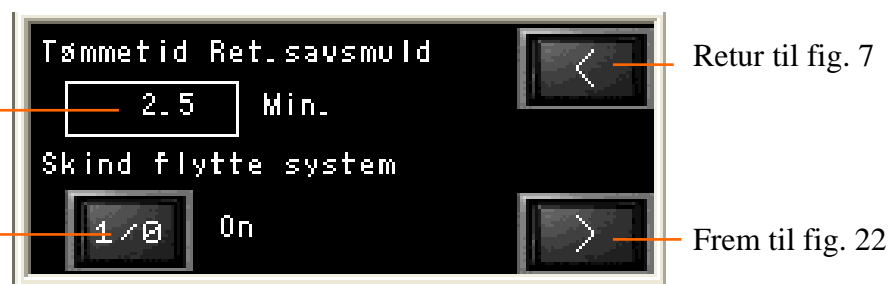

Fig. 8 Indstilling af køretider.
- For at starte skindflyttersystemet skal **1/0** aktiveres i fig. 8.